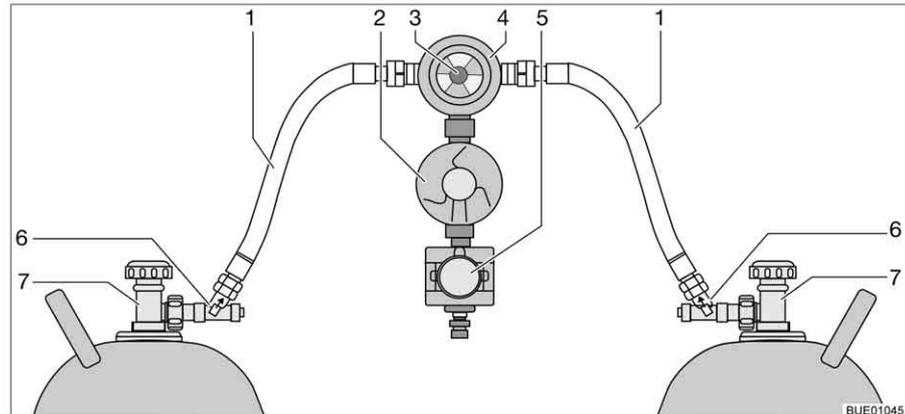

Bild 145 Crash-Protection-Unit-Umschaltanlage
Die Crash-Protection-Unit besteht aus zwei Durchflussbegrenzern mit manueller Entriegelung (Bild 145,6), einem Umschaltventil (Bild 145,4) mit Druckregler (Bild 145,2), einem Elektroventil (Bild 145,5) und der Bedieneinheit mit dreifarbigem LED. Das Umschaltventil ist zwischen den beiden Gasschläuchen (Bild 145,1) montiert.
Mit dem Drehknopf (Bild 145,3) am Umschaltventil lässt sich bestimmen, welche der Gasflaschen als Betriebsflasche und welche Gasflasche als Reserveflasche verwendet wird.
An der Bedieneinheit (Bild 146) können nur die elektrischen Funktionen geschaltet werden. Die Haupt-Absperrventile der Gasflaschen (Bild 145,7) und die Entriegelungen (Bild 145,6) müssen von Hand geöffnet werden.
- Haupt-Absperrventile an den Gasflaschen (Bild 145,7) öffnen.
- Entriegelungen (Bild 145,6) nacheinander 10 Sekunden lang drücken.
- Mit dem Drehknopf (Bild 145,3) am Umschaltventil (Bild 145,4) die Gasflasche wählen, der vorrangig das Gas entnommen werden soll (Betriebsflasche).
- Haupt-Absperrventile an den Gasflaschen (Bild 145,7) schließen.